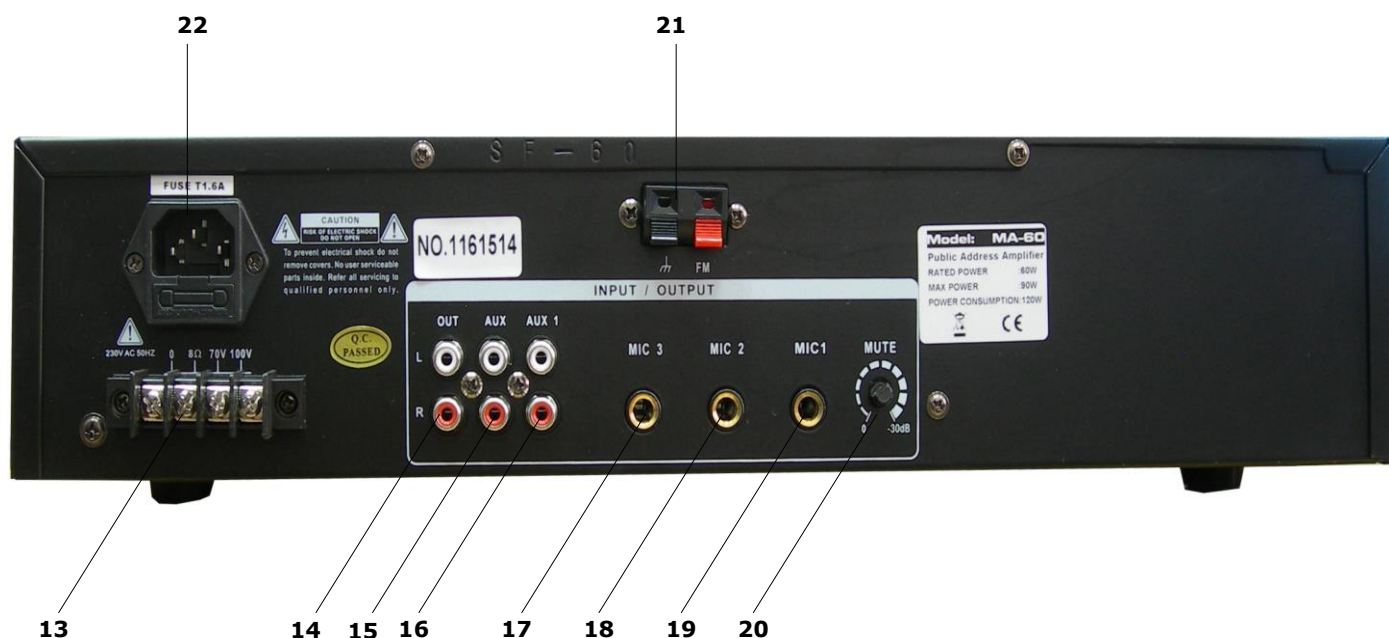
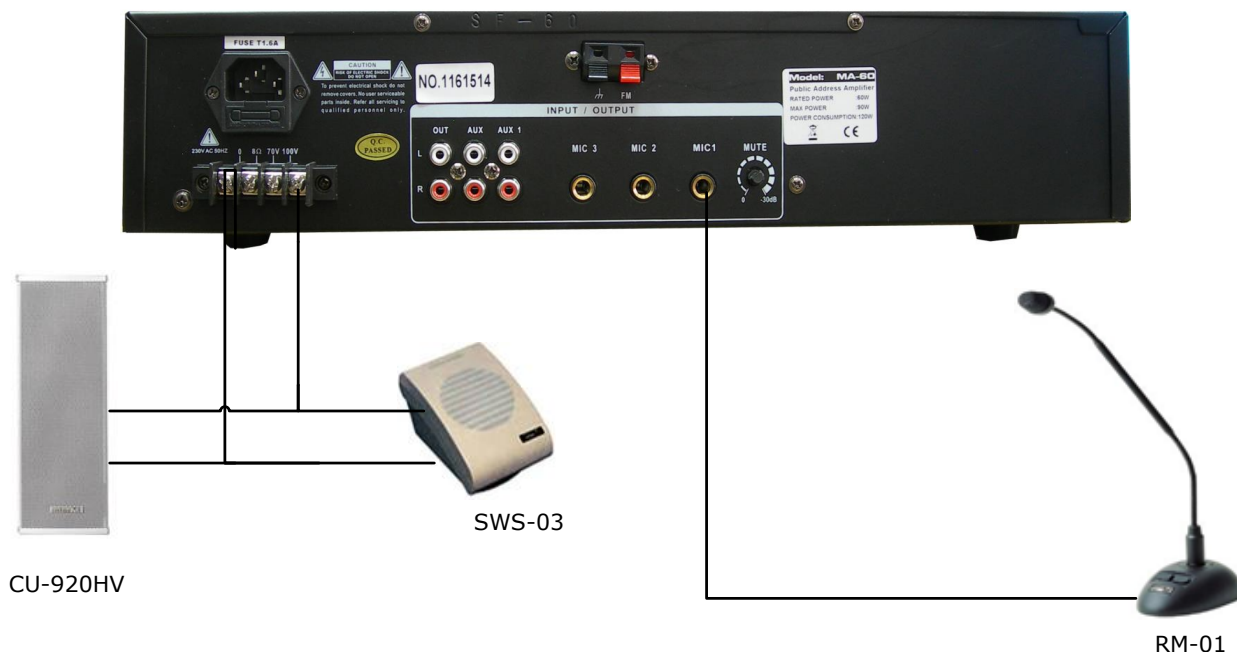

Рисунок 1. Внешний вид и органы управления усилителя MA-60
Рисунок 5. Схема соединений
На рис.1 показаны органы управления усилителя:
5.2. Произведите подключение линий и микрофона к усилителю согласно схеме соединений (рис.5). Микрофон к усилителю подключается входящим в комплект кабелем, который подключается к **MIC 1** (рис.1, поз.19).
5.3. Поставьте регуляторы на передней панели усилителя в среднее положение, включите вилку шнура питания в сеть и нажмите выключатель питания POWER(рис.1, поз.10). Должен загореться индикатор наличия питания.
5.4. Нажмите на микрофоне кнопку TALK и удерживая ее, дайте объявление. С помощью регулятора MIC 1 (рис.1, поз.2) установите требуемый уровень громкости, не вызывающий перегрузки усилителя (на индикаторе выходной мощности не должен загораться красный свет).
5.6. Отрегулируйте уровень приглушения трансляции радиопрограммы при включении микрофона с помощью регулятора MUTE (рис.1, поз.20), одновременно вращая регулятор и давая объявление через микрофон.